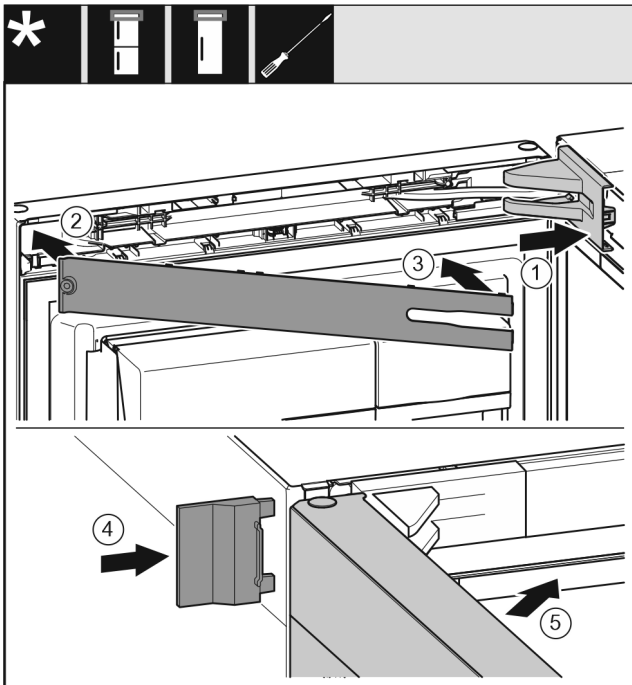

Fig. 54
- ▶ Lagerbockabdeckung Fig. 54 (1) aufsetzen und einrasten, ggf. vorsichtig auseinanderdrücken.
- ▶ Blende Fig. 54 (2) aufsetzen.
- ▶ Blende Fig. 54 (3) aufsetzen.
- ▶ Äußere Abdeckung Fig. 54 (4) aufschieben.
- ▶ Obere Tür Fig. 54 (5) schließen.